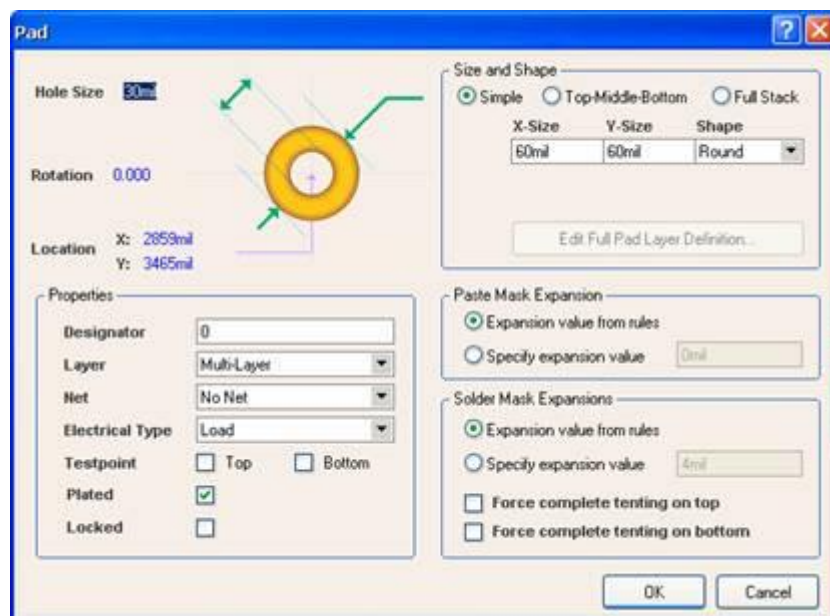

图 7-24 焊盘属性设置对话框
- 在用鼠标放置焊盘时，鼠标将变成十字形状，按 Tab 键，将弹出 Pad （焊盘属性）设置对话框，如图 7-24 所示。